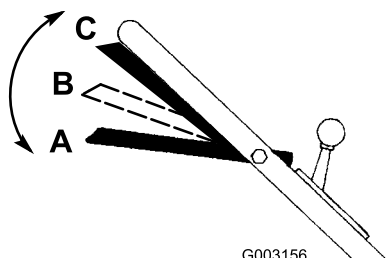

Figure 13
- Placez la barre de commande de la lame en position A (Figure 13).
- Poussez la barre de commande vers la droite et relevez-la à la position B pour embrayer la lame (Figure 13).
- Serrez la barre de commande contre le guidon à la position C pour avancer (Figure 13).